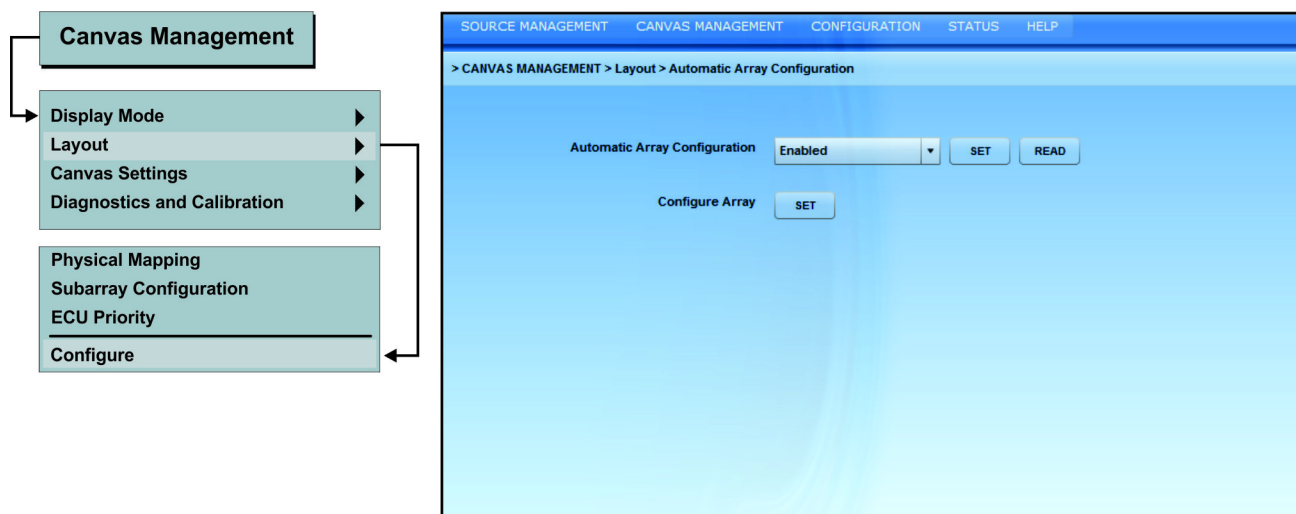
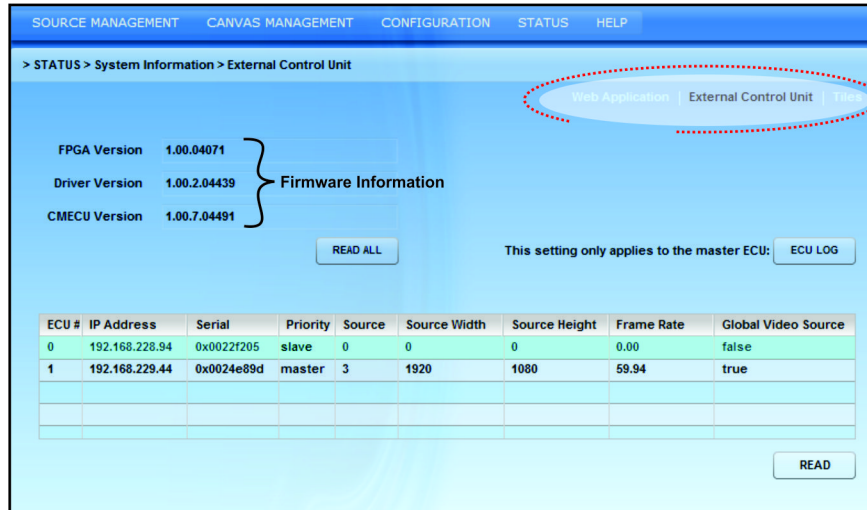

Рис. 3-27 Автоматическая настройка массива
Рис. 3-36 Версия встроенного программного обеспечения ECU
1. В меню **Управление холстом** выберите пункт **Схема размещения > Настроить** (Рис. 3-27).
2. Когда появится меню, показанное на **Рис. 3-27**, выберите значение **Включено** в меню **Автоматическая настройка** и нажмите кнопку **Задать**. В этом режиме программное обеспечение обнаруживает изменения в конфигурации массива и автоматически перенастраивает его. Например, программное обеспечение обнаруживает добавление и удаление ячеек, перемещение ячеек, изменение подмассивов и ячеек, расположение которых задано вручную, и изменяет конфигурацию массива в соответствии с этими изменениями.
2. В меню **Информация о системе** выберите **Внешний модуль управления (Рис. 3-36)** или **Ячейки (Рис. 3-27)** для просмотра текущей установленной версии встроенного программного обеспечения. При необходимости нажмите кнопку **Считать все** для обновления информации в окне. Чтобы получить информацию, нужно выбрать один ECU или одну ячейку.